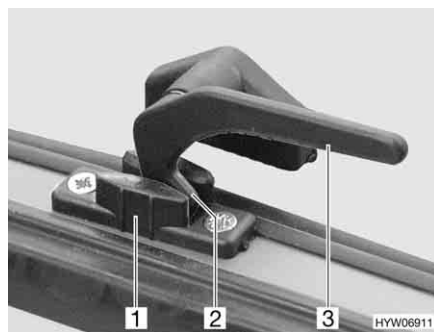

Fig. 83 Leva di serraggio in posizione "Aerazione continua"
- In posizione di "Aerazione continua" (Fig. 83)
- Ruotare tutte le leve di serraggio (Fig. 83,3) di un quarto di giro verso il centro dell'oblò.
- Girare nuovamente all'indietro tutte le leve di serraggio. Contemporaneamente riportare il nasello di chiusura (Fig. 83,2) nella rientranza del bloccaggio dell'oblò (Fig. 83,1).